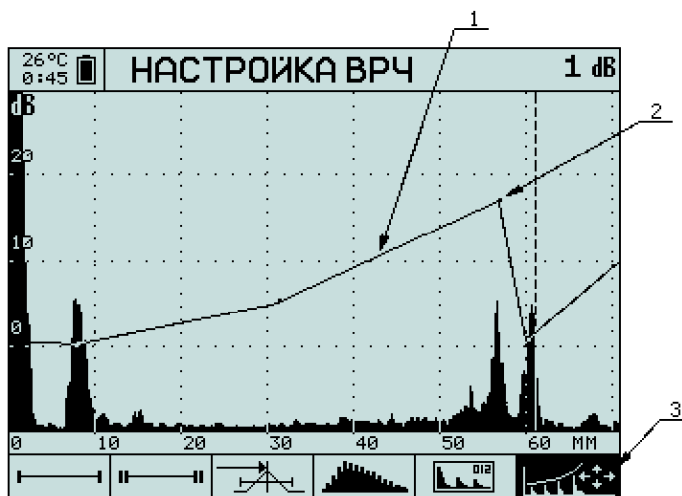

Рисунок 3.11 – Экран прибора при настройке ВРЧ:
3.5.10 Нажмите « MENU». Появится режим «НАСТРОЙКА ВРЧ», пиктограмма  изменится на  (рис. 3.11).